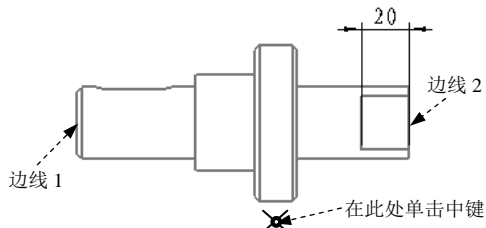
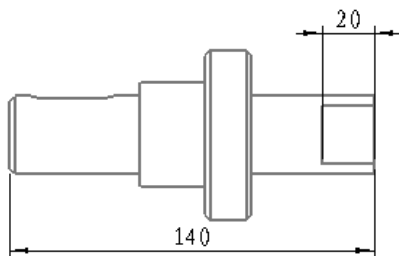

图 5.2.70 选取边线
图 5.2.71 显示尺寸（二）
Step7. 此时系统弹出“选择参考”对话框, 按住 Ctrl 键, 依次选取图 5.2.70 所示主视图中的两条边线, 在图 5.2.70 所示的位置单击中键, 此时在主视图中显示尺寸, 如图 5.2.71 所示。